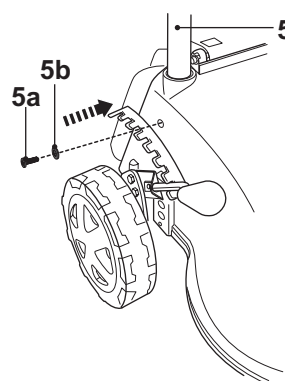

Fig. 4
- > Fixez les barres inférieures de la poignée [5] avec les vis [5a] et les rondelles [5b]. Puis serrez les vis [5a] avec un tournevis cruciforme PH2 (Fig. 4).